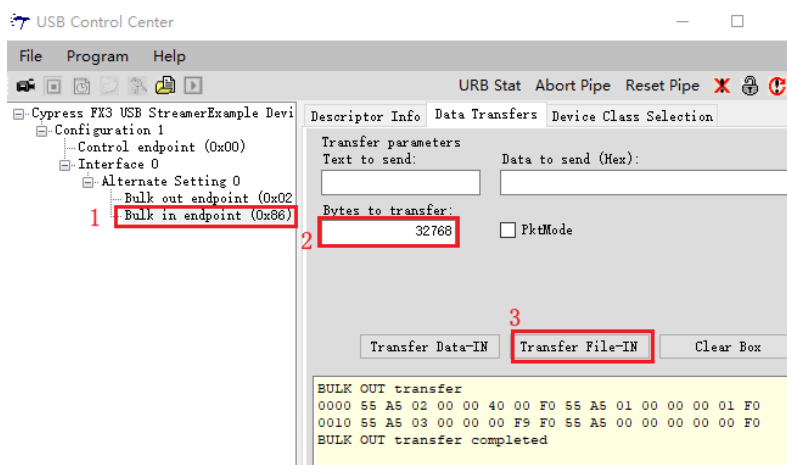

图 1-28 数据接收界面设置
7. 点击“Transfer File-IN”将采集到的数据以文件的形式保存，操作图 1-28 如下所示。